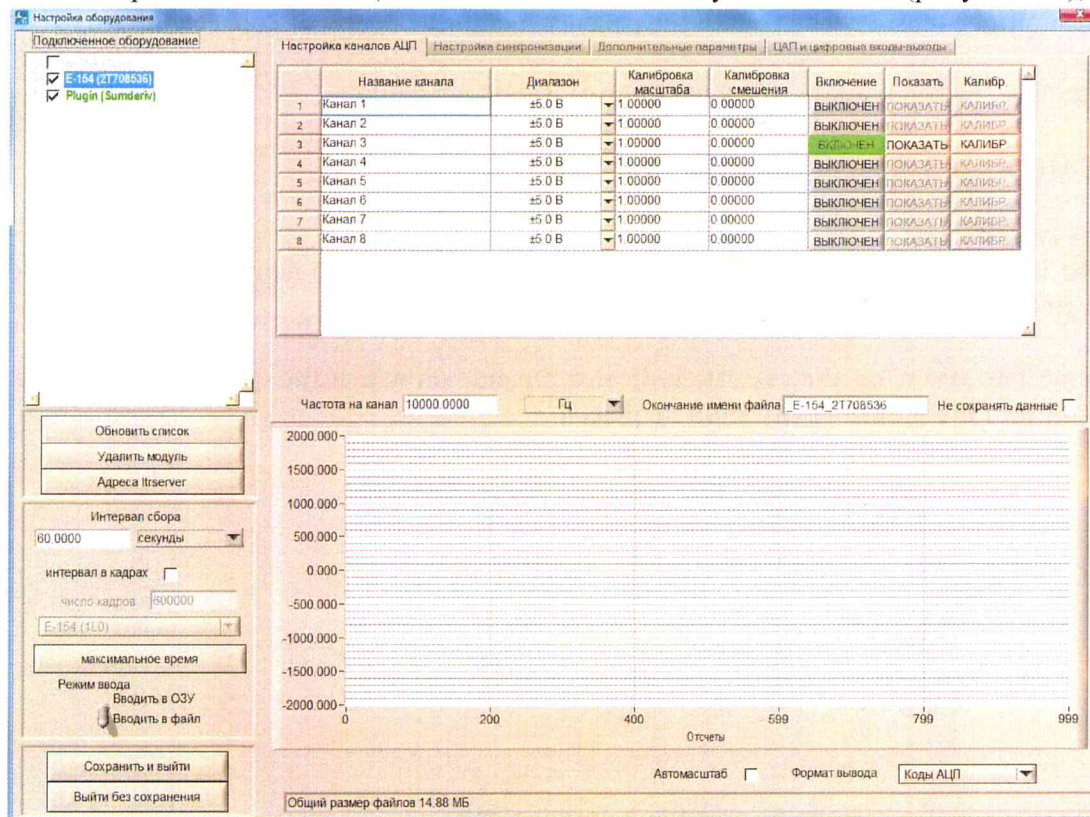

Рисунок 37. Настройка каналов АЦП
- 2) В окне «Настройка каналов АЦП» включите соответствующий канал (рисунок 37);